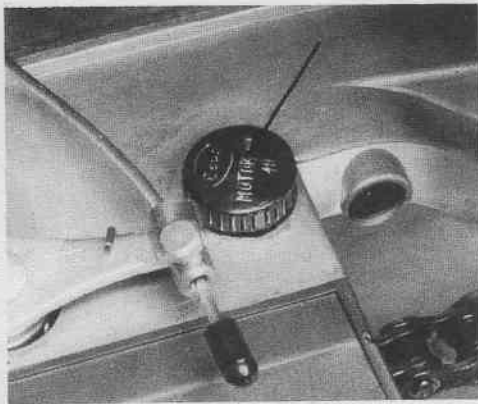

Fig. 11 - Bouchon de remplissage d'huile
- retirer le bouchon de remplissage supérieur à droite du carter moteur (Fig. 11)
- dévisser de 2 ou 3 tours la vis de niveau (Fig. 13) et laisser écouler l'huile par le bouchon de remplissage (Fig. 11) Kg. 0,920 de MOTOR OIL SAE 20.